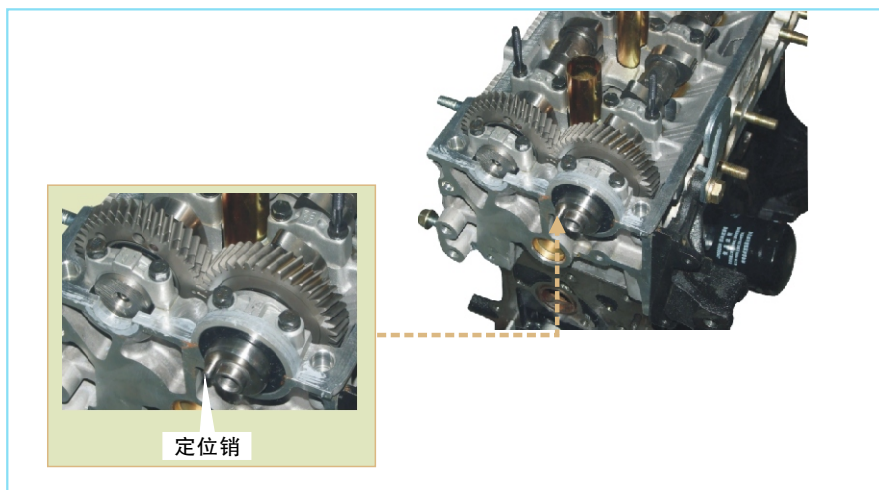

图2-114 确定排气凸轮轴定位销位置
②安装进气凸轮轴
a. 放置排气凸轮轴使定位销转至略高于气缸盖的顶面（图2-114）；